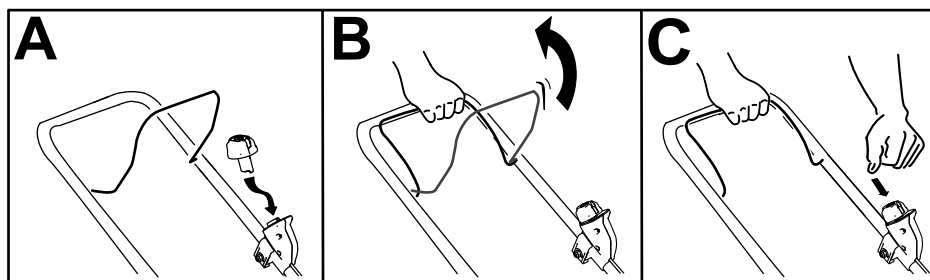

Figure 9
2. Insérez le bouton de démarrage électrique dans le commutateur du démarreur électrique (A de la Figure 9).
3. Serrez la barre de commande de la lame et gardez-la contre le guidon (B de la Figure 9).
4. Appuyez sur le bouton de démarrage électrique et maintenez-le enfoncé jusqu'à ce que le moteur démarre (C de la Figure 9).